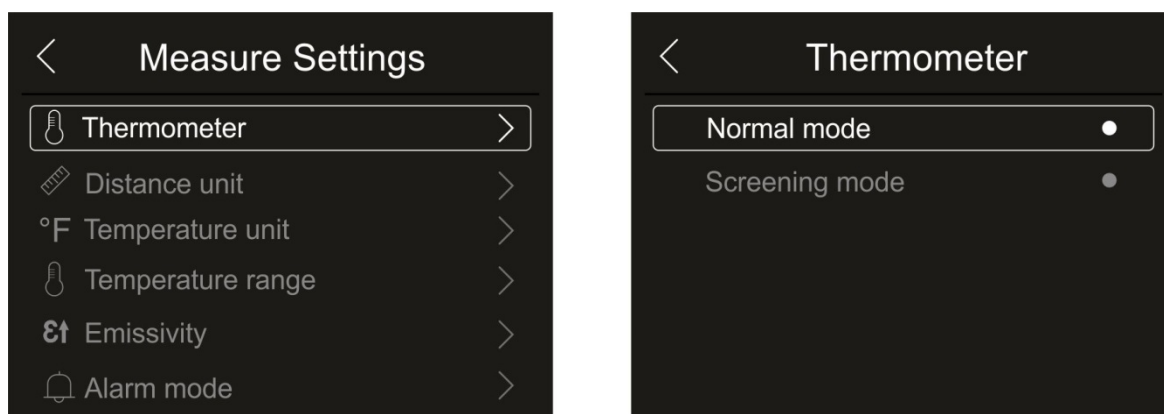

Fig. 23: Menu Thermomètre
1. Touchez l'élément « Thermomètre ». La page-écran de la Fig. 23 – partie droite s'affiche à l'écran